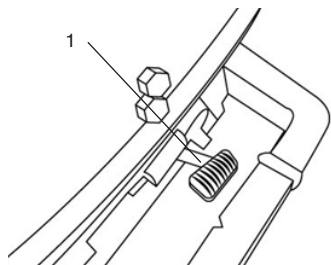

Рис. 23 Рычаг блокировки наклона
- 3.левой рукой нажмите на рычаг блокировки наклона и удерживайте его в нажатом положении (Рис. 23). После чего, правой рукой возьмитесь за рукоятку 6 на кожухе двигателя (Рис. 1) и наклоните мотор в максимально верхнее положение.